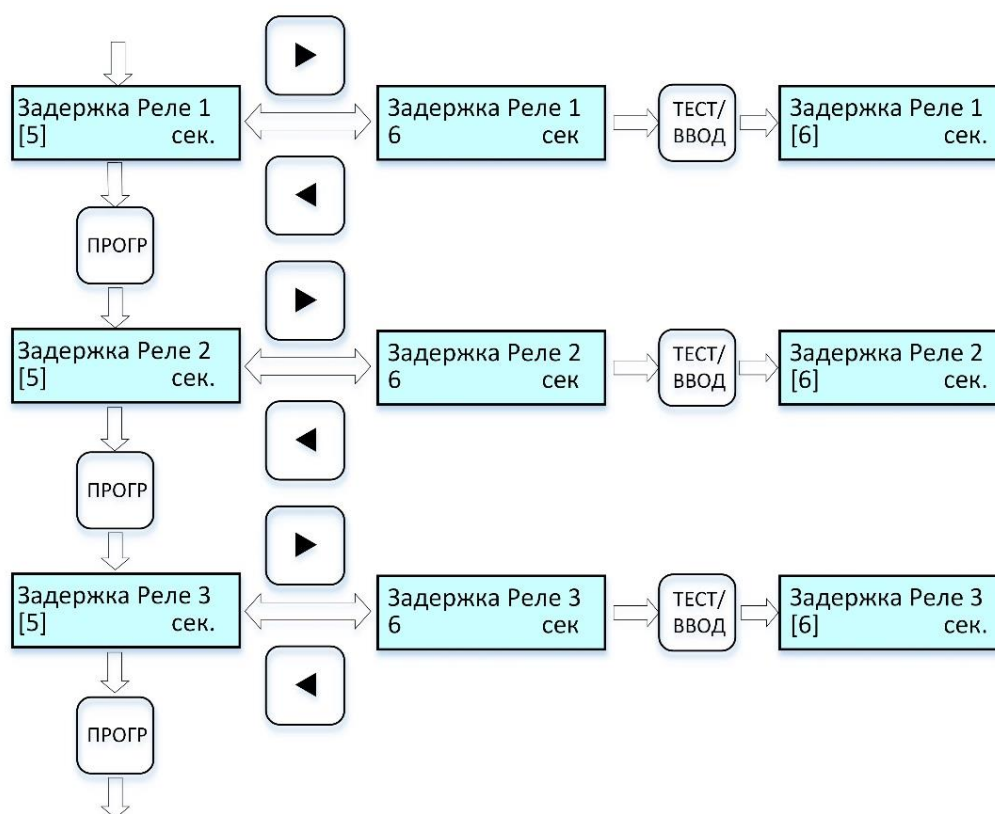

Рисунок 15 – Циклограмма выводимых сообщений на дисплей при настройке времени задержки срабатывания реле порогов
2.6.5.8 Для настройки времени задержки срабатывания реле порогов 1, 2 и 3 выполнить процедуры по циклограмме *рис. 15*: